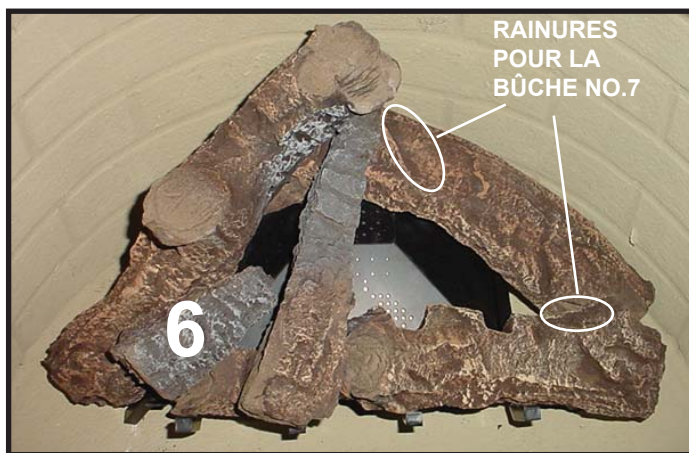

Figure 12.14
- Dévissez les deux boulons à oreilles en haut et ouvrez les deux agrafes à ressort du bas (voir Figure 12.14).